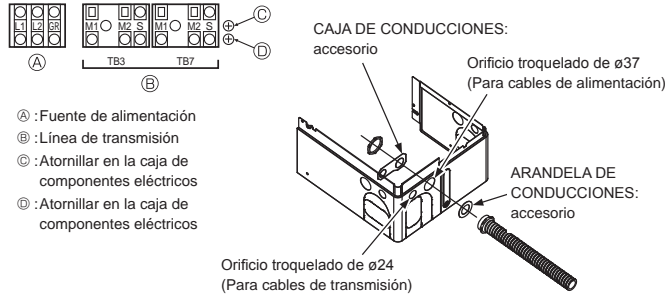

Fig. 6-1
6.2. Caja de control y posición de conexión de los cables (Fig. 6-1)
- Conecte la línea de transmisión de la unidad interior al bloque de terminales de transmisión (TB3) o conecte el cableado entre las unidades exteriores o el del sistema de control central al bloque de terminales del control central (TB7). Al utilizar un cable blindado, conecte la toma de tierra blindada de la línea de transmisión de la unidad interior al tornillo (C o D) y conecte la toma de tierra blindada de la línea entre las unidades exteriores y la línea de transmisión del sistema de control central al terminal blindado (S) del bloque de terminales del control central (TB7). Además, en el caso de las unidades exteriores cuyo conector de alimentación CN41 se ha sustituido por el CN40, el terminal blindado (S) del bloque de terminales (TB7) del sistema de control central también debe conectarse al tornillo (C o D) utilizando el cable suministrado.